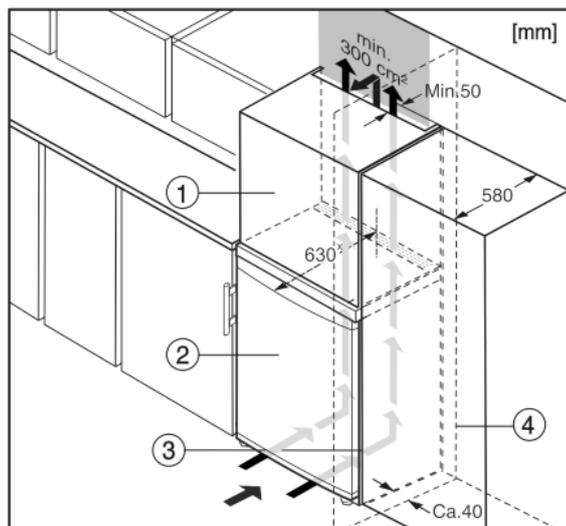

Fig. 10
- (1) Дополнительный шкафчик*
- (2) Устройство*
- (3) Кухонный шкаф*
- (4) Стена*
Устройство может быть окружено кухонными шкафами. Чтобы уравнять устройство Fig. 10 (2) по высоте с кухонной стенкой, можно установить над устройством дополнительный шкафчик Fig. 10 (1).
При комбинировании с кухонными шкафами (глубина макс. 580 мм) устройство можно установить непосредственно рядом с кухонным шкафом Fig. 10 (3). Устройство выступает сбоку на 34 мм * и по центру на 50 мм * относительно передней стенки кухонного шкафа.*
Если устройство установлено на шарнирах у стены Fig. 10 (4), то расстояние между устройством и стеной должно быть не менее 40 мм. Настолько выступает ручка при открытой дверце.*